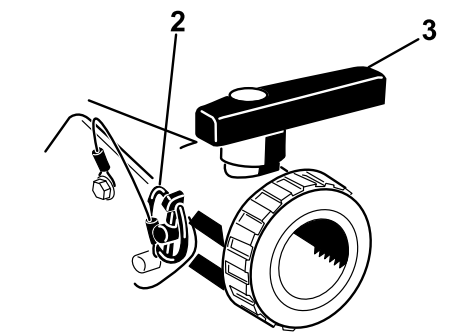

图29
打开阀门、从药缸中排出所有未使用的材料、并依照当地法规及材料制造商的说明来处置排放物（图29）。排水之后、拆除支架上的保险销（用于将排水阀固定到机器上）并将排水阀放在地上。这样做可排出管道中的任何残留材料。
3. 药缸完全排干之后、使用之前拆除的保险销将阀门装回机架、然后关闭排水阀（图29）。